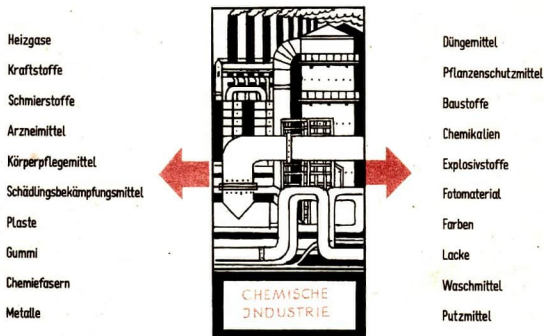

Abb. 17 In den Betrieben der chemischen Industrie werden mit Hilfe chemischer Reaktionen zahlreiche Produkte erzeugt.
- ① Gib Eigenschaften der Ausgangsstoffe und der Reaktionsprodukte für die chemischen Reaktionen an, die bei den Experimenten 14...16 (↗ S. 18) abgelaufen sind!
- ② Nenne Beispiele für chemische Reaktionen! Versuche Ausgangsstoffe und Reaktionsprodukte anzugeben!
- ③ Nenne die physikalischen Vorgänge, von denen die chemischen Reaktionen in den Experimenten 14...16 (↗ S. 18) begleitet werden! Unterscheide zwischen solchen physikalischen Vorgängen, die vor und während der Reaktion ablaufen!
- ④ Gib aus dem bisherigen Unterricht Beispiele für die Arbeitsgebiete der Wissenschaften Biologie und Physik an!
- ⑤ Erläutere an der Abbildung 17 die Bedeutung von Produkten der chemischen Industrie für die Landwirtschaft, die Textilindustrie, die Metallurgie und das Verkehrswesen!
- ⑥ Stelle Körper beziehungsweise Stoffe zusammen, die du morgens zwischen dem Aufstehen und dem Beginn der Schule gebrauchst! Welche sind Produkte der chemischen Industrie?
- ⑦ Ermittle, wo in unserer Republik und in der Sowjetunion Erdöl, Kohle, Kalisalze und Steinsalz vorkommen! (↗ Atlas)
Die Erkenntnisse der Chemie nahmen bis zur Mitte des vorigen Jahrhunderts so weit zu, daß sie in großem Umfang industriell genutzt werden konnten. Aus einzelnen Kleinbetrieben entwickelte sich die chemische Industrie als ein bedeutender Industriezweig. In den Chemiebetrieben werden in der Natur vorkommende Stoffe, wie Erdöl, Kohle, Kalisalze, Steinsalz, Kalkstein und Anhydrit, umgewandelt. Es entsteht eine Fülle verschiedenartiger Produkte, die in allen Zweigen der Wirtschaft oder im täglichen Leben benötigt werden (Abb. 17). ⑤ ⑥ ⑦